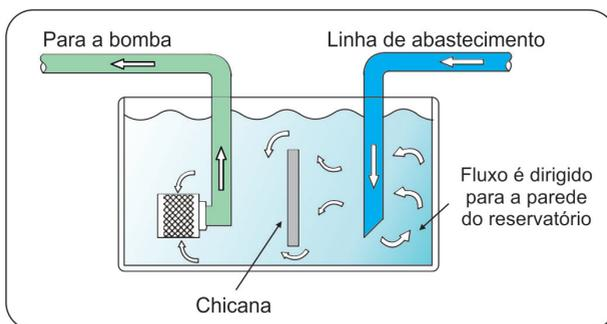

Figura 5
8.26 O ponto de captação de água para o pressurizador deve ficar o mais afastado possível da tubulação de abastecimento do reservatório, evitando assim, a sucção de bolhas de ar. Não havendo essa possibilidade, pode-se instalar chicanas no reservatório (ver figura 5).